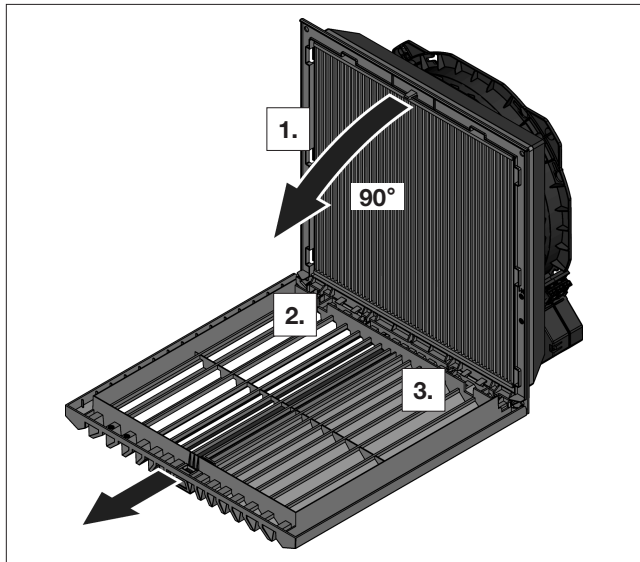

图 2: 取下和安装百叶格栅
- 要给低处的孔位钻孔，必须如图 2 所示取下百叶格栅。为此先拆卸铰链一侧，然后是另一侧。